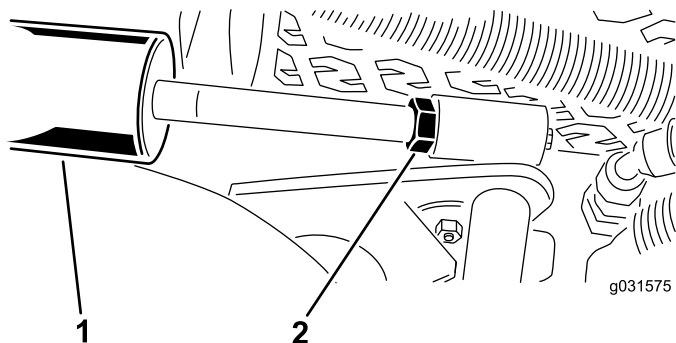

Figura 16
- A. Abbassate l'apparato di taglio e allentate il controdado sul cilindro (Figura 16).